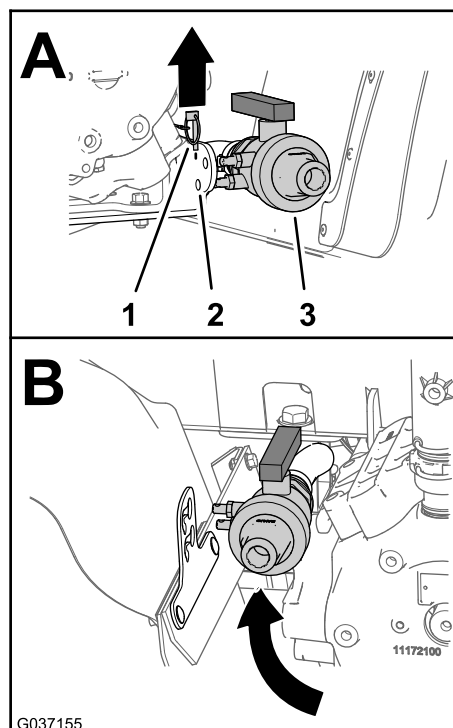

Рисунок 14
1. Снимите шплинт с кольцом, который крепит сливной клапан к кронштейну насоса опрыскивателя (Рисунок 14).
2. Переставьте сливной клапан в место между левым задним крылом и насосом опрыскивателя (Рисунок 14).